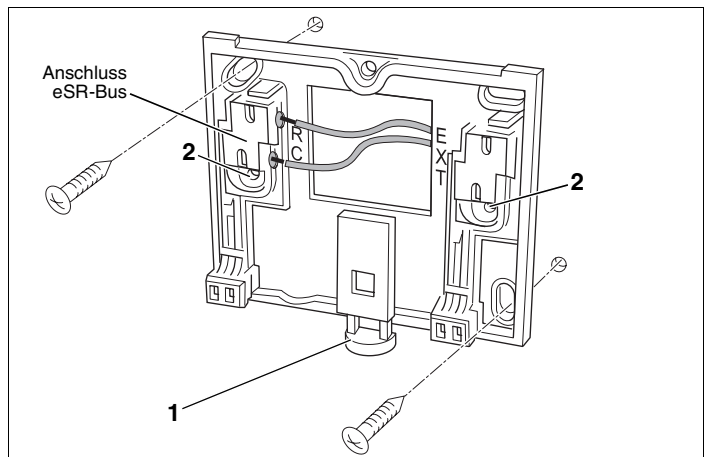

Abb. 6 Befestigung des Wandhalters auf Putz
- Entriegelungstaste (Abb. 6, **Pos. 1**) drücken, um die Raumstation vom Wandhalter abzunehmen.
- Zwei Dübellöcher an der vorgesehen Montageposition setzen, Kabelenden durch die Öffnung des Wandhalters führen und Wandhalter anschrauben (Abb. 6).